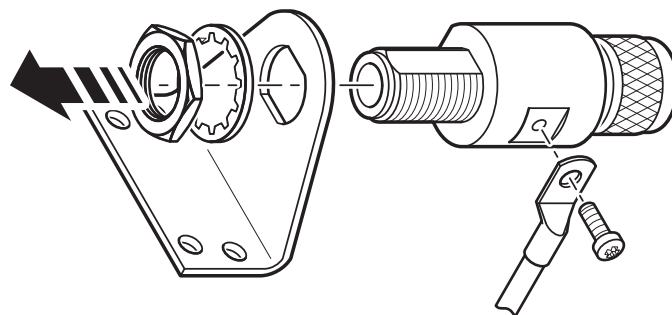

Abbildung 7.3: Montage des Überspannungsschutzes MBG S-PRO
2. Befestigen Sie die mitgelieferte Halterung wie in Abb. 7.3 gezeigt und montieren Sie dann den MBG S-PRO an der Halterung.